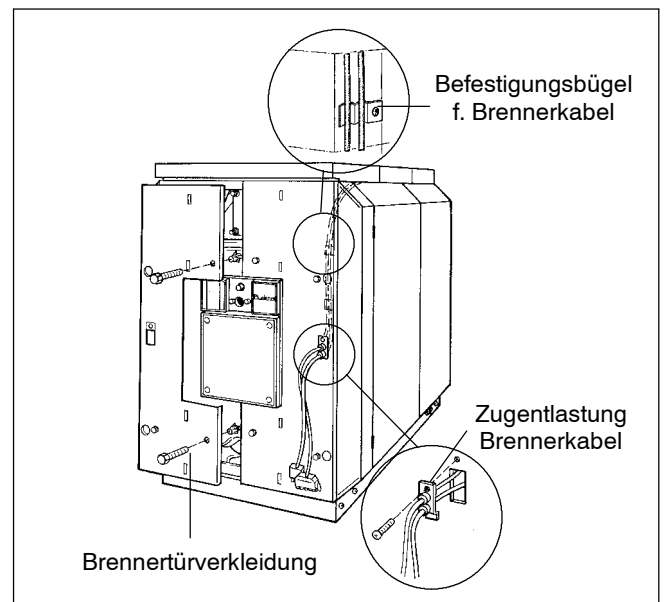

Abb. 45
- Brennerkabel mit Zugentlastung entsprechend Abb. 45 in die Brennertürverkleidung einsetzen.
- Brennerkabel in der Abkantung der Brennertürverkleidung nach oben führen und mit dem Befestigungsbügel so fixieren, daß das Brennerkabel keine heißen Teile des Heizkessels berührt (Abb. 45).
- Brennertürverkleidung von vorne auf die Brennertür aufsetzen und mit vier Maschinenschrauben an dieser anschrauben (Abb. 45).